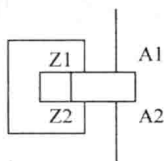

图 1-2 延时断开型继电器 (1)
(1) 延时断开型继电器 (1) 如图 1-2 所示。Z1、Z2 短接，当 A1 得电时，继电器立刻动作，常开触点闭合，经过延时时间 $t(s)$ 后，常开触点自动断开（即使 A1 仍得电）。